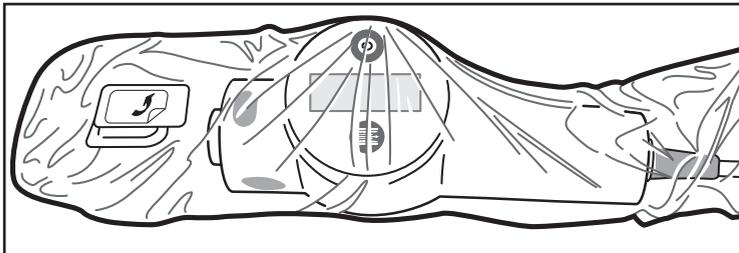

Figure 4. Poche mise en place
7. Pour placer la poche en position, arrêter l'avancement de MDU5 PLUS™ dans la poche dès qu'un bon ajustement est obtenu. Il n'est pas nécessaire que l'opérateur du champ stérile avance l'unité MDU5 PLUS complètement jusqu'à la plaque frontale de la poche. Un espace entre le nez de l'unité MDU5 PLUS et la plaque frontale de la poche est normal (figure 4).